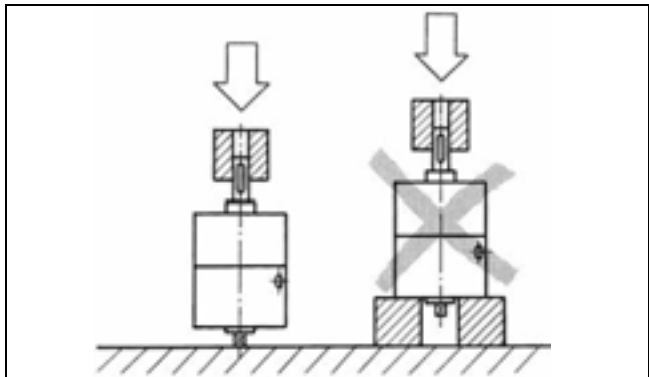

Abb. 4: Last direkt auf der Welle
- ▶ Wird eine Last auf die Welle des Drehantriebs gebracht, muss die Kraft von der Welle selbst aufgenommen werden. Siehe Abb. 4.